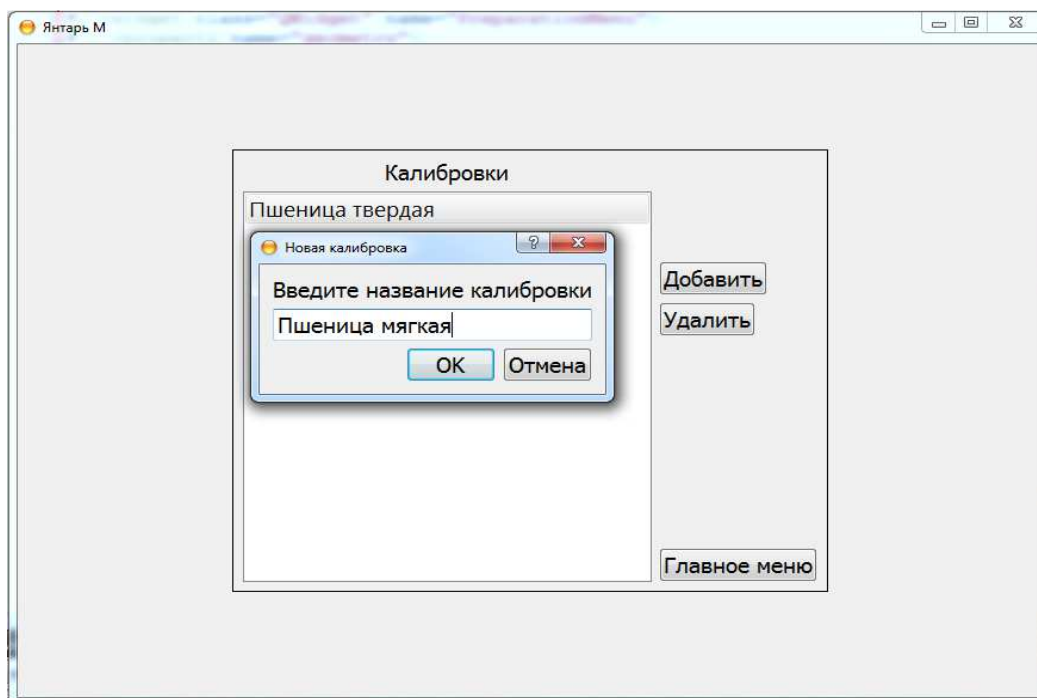

Рис. 25. Ввод названия калибровки.
- Для добавления калибровки нажать кнопку «Добавить» и ввести название калибровки (Рис.25).